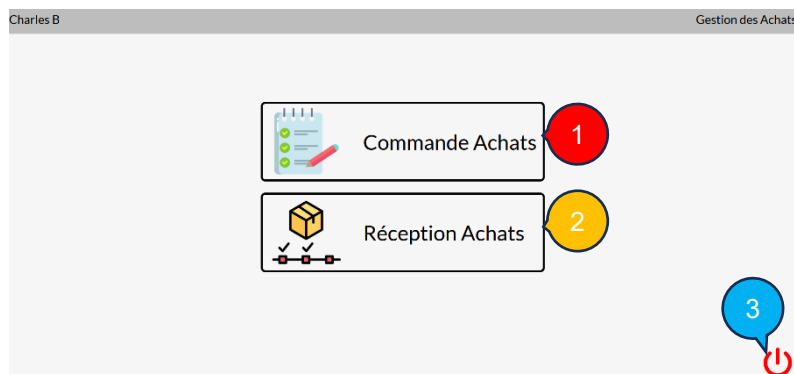

Figure 3 - Menu de gestion des achats
- 1** : Bouton qui vous mènera au menu de gestion des achats (voir Figure 3 p7).
- 2** : Bouton de retour qui vous ramènera au menu de gestion des achats (voir Figure 3 p7).
7 : Bouton de retour qui annulera toute réception en cours puis vous ramènera au menu de gestion des achats (voir Figure 3 p7).